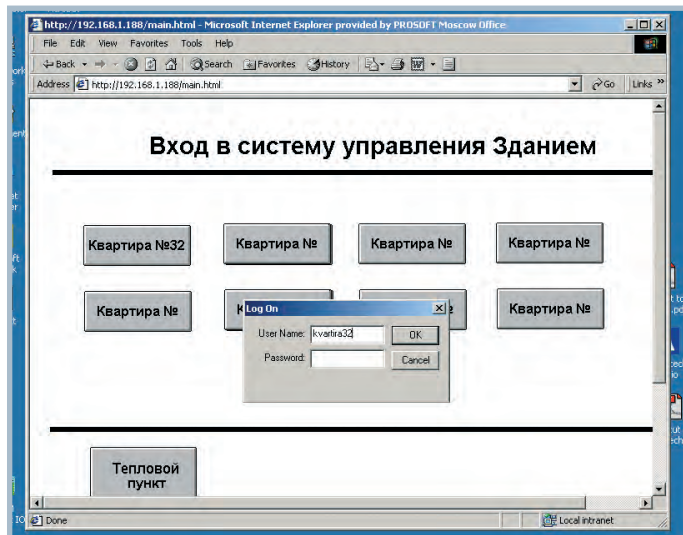

Рис. 11. Просмотр экранных форм AStudio с помощью Internet Explorer
2. Ввести следующий URL: `http://x.x.x.x/уууу.html`, где `xxxx` — IP-адрес компьютера, выполняющего проект AStudio, `уууу` — имя графического экрана проекта, с которым нужно работать (рис. 11). При первом соединении с проектом система автоматически установит и зарегистрирует файл `ISSymbol.ocx`.